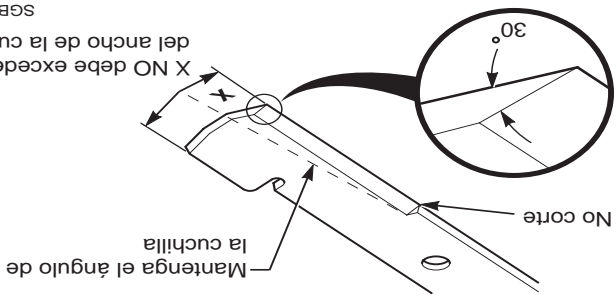

Figura 7-9 Afilado de la cuchilla
NO afile las cuchillas más de 1/3 del ancho de la cuchilla. Vea la Figura 7-9.
1. Afile el borde de corte en el mismo bisel que el original. Vea la Figura 7-9. Sólo afile la parte superior del borde de corte para mantener el filo.